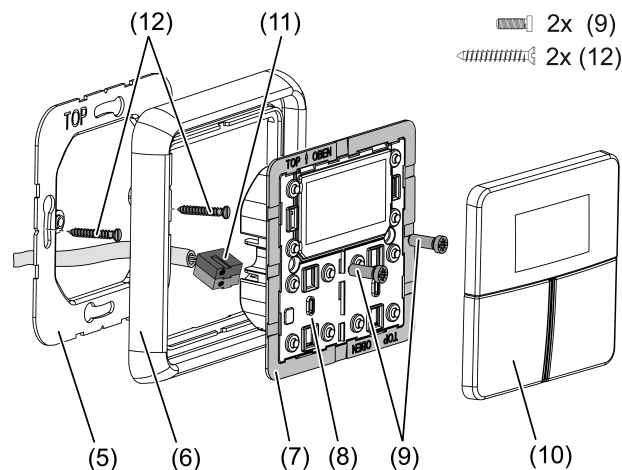

Bild 2: Montage Regler-Modul
- Adapterrahmen (7) lagerichtig von vorn auf das Modul (8) aufrasten (Bild 2). Kennzeichnung **TOP** = oben beachten.